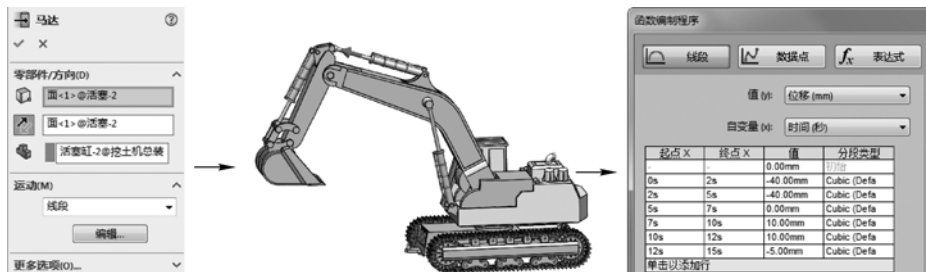

图 5-21 添加第二个直线马达并设置马达线段
STEP 4 同步步骤 3 的操作，添加动臂上部“活塞”的直线马达，图 5-21 所示，并按照图 5-21 右图所示设置马达的线段参数。